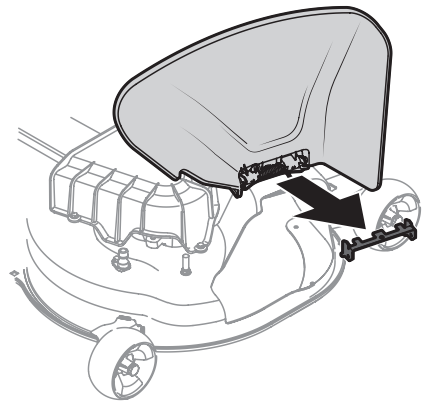

Figure 10
2. Soulevez le déflexeur de la goulotte d'éjection afin de pouvoir dégager et retirer le support d'arrêt. Abaissez le déflexeur de la goulotte d'éjection et jetez le support d'arrêt. Consultez la Figure 10.